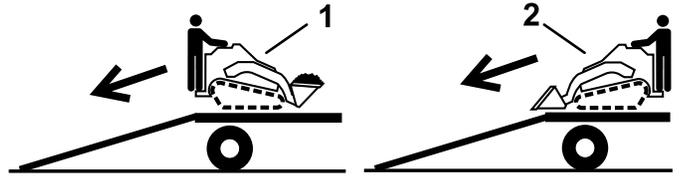

Figure 26
2. Descendez la machine de la remorque en gardant le côté le plus lourd en haut de la rampe et en maintenant la charge en bas (Figure 26).